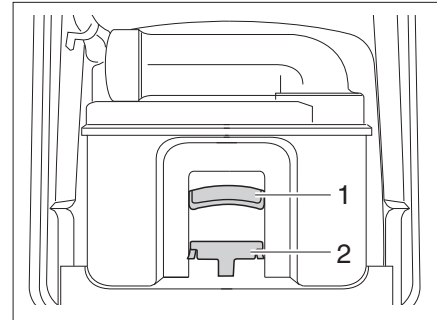

Bild 386 Thetford-Kassette
- Haltebügel (Bild 386,2) nach vorn ziehen um die Toiletten-Kassette zu entriegeln und Kassette am Griff (Bild 386,1) herausziehen.